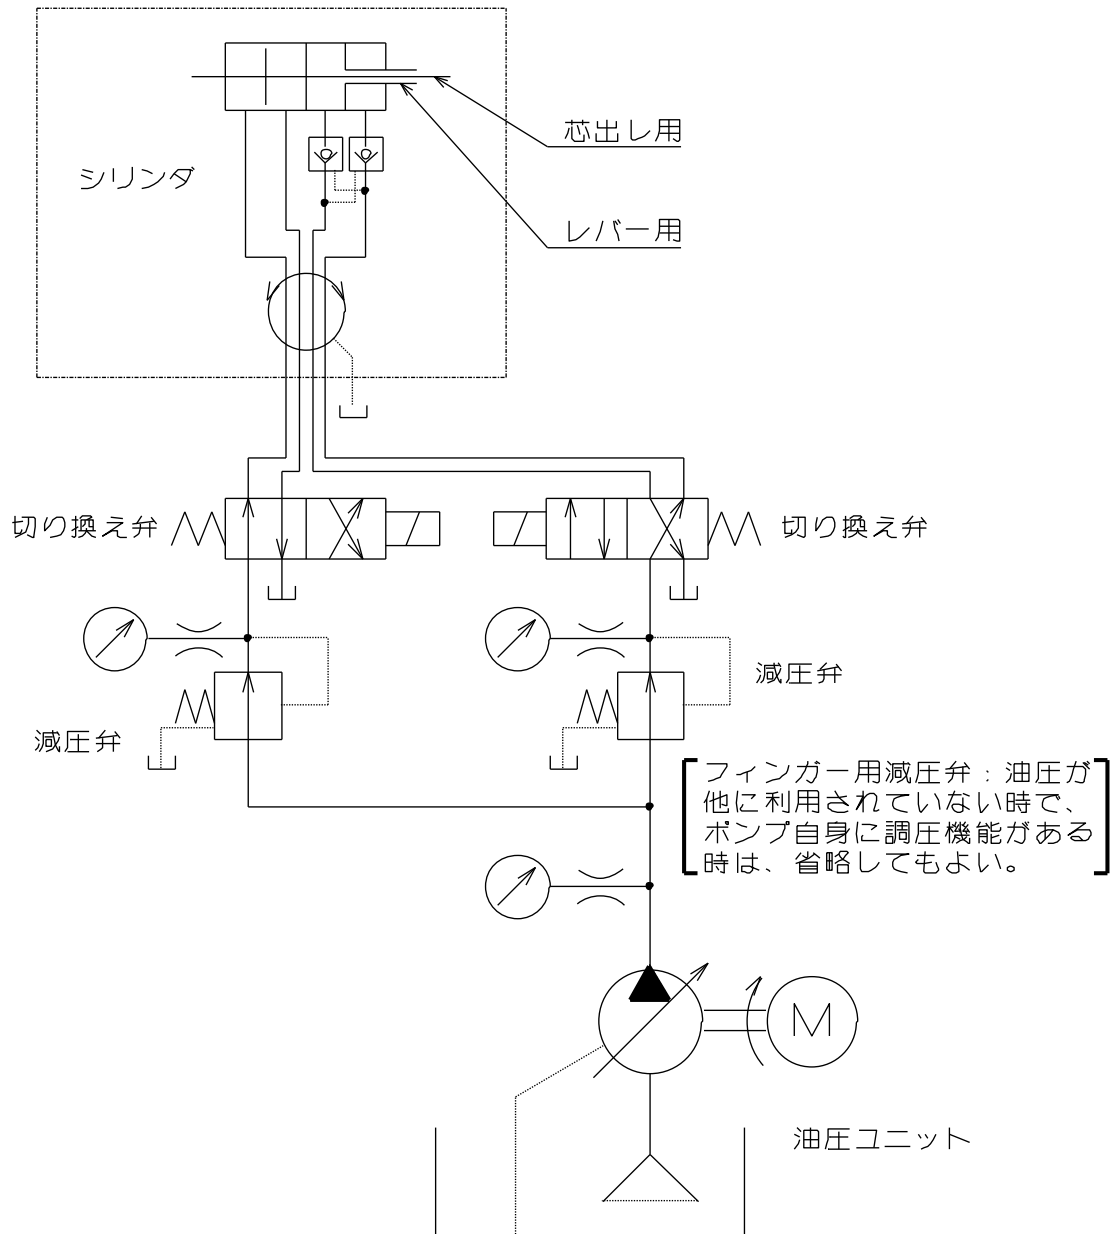

図 13
- ・ 図 13 にチャック開閉用油圧回路の一例を示します。